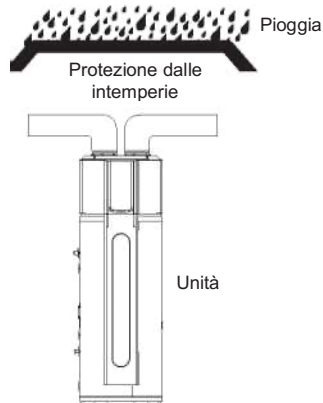

Fig. 3-7
- Nel caso in cui l'unità sia collegata a un condotto che raggiunge l'esterno, è necessario adottare misure affidabili per l'impermeabilizzazione, per evitare che l'acqua penetri all'interno (Fig. 3-7).